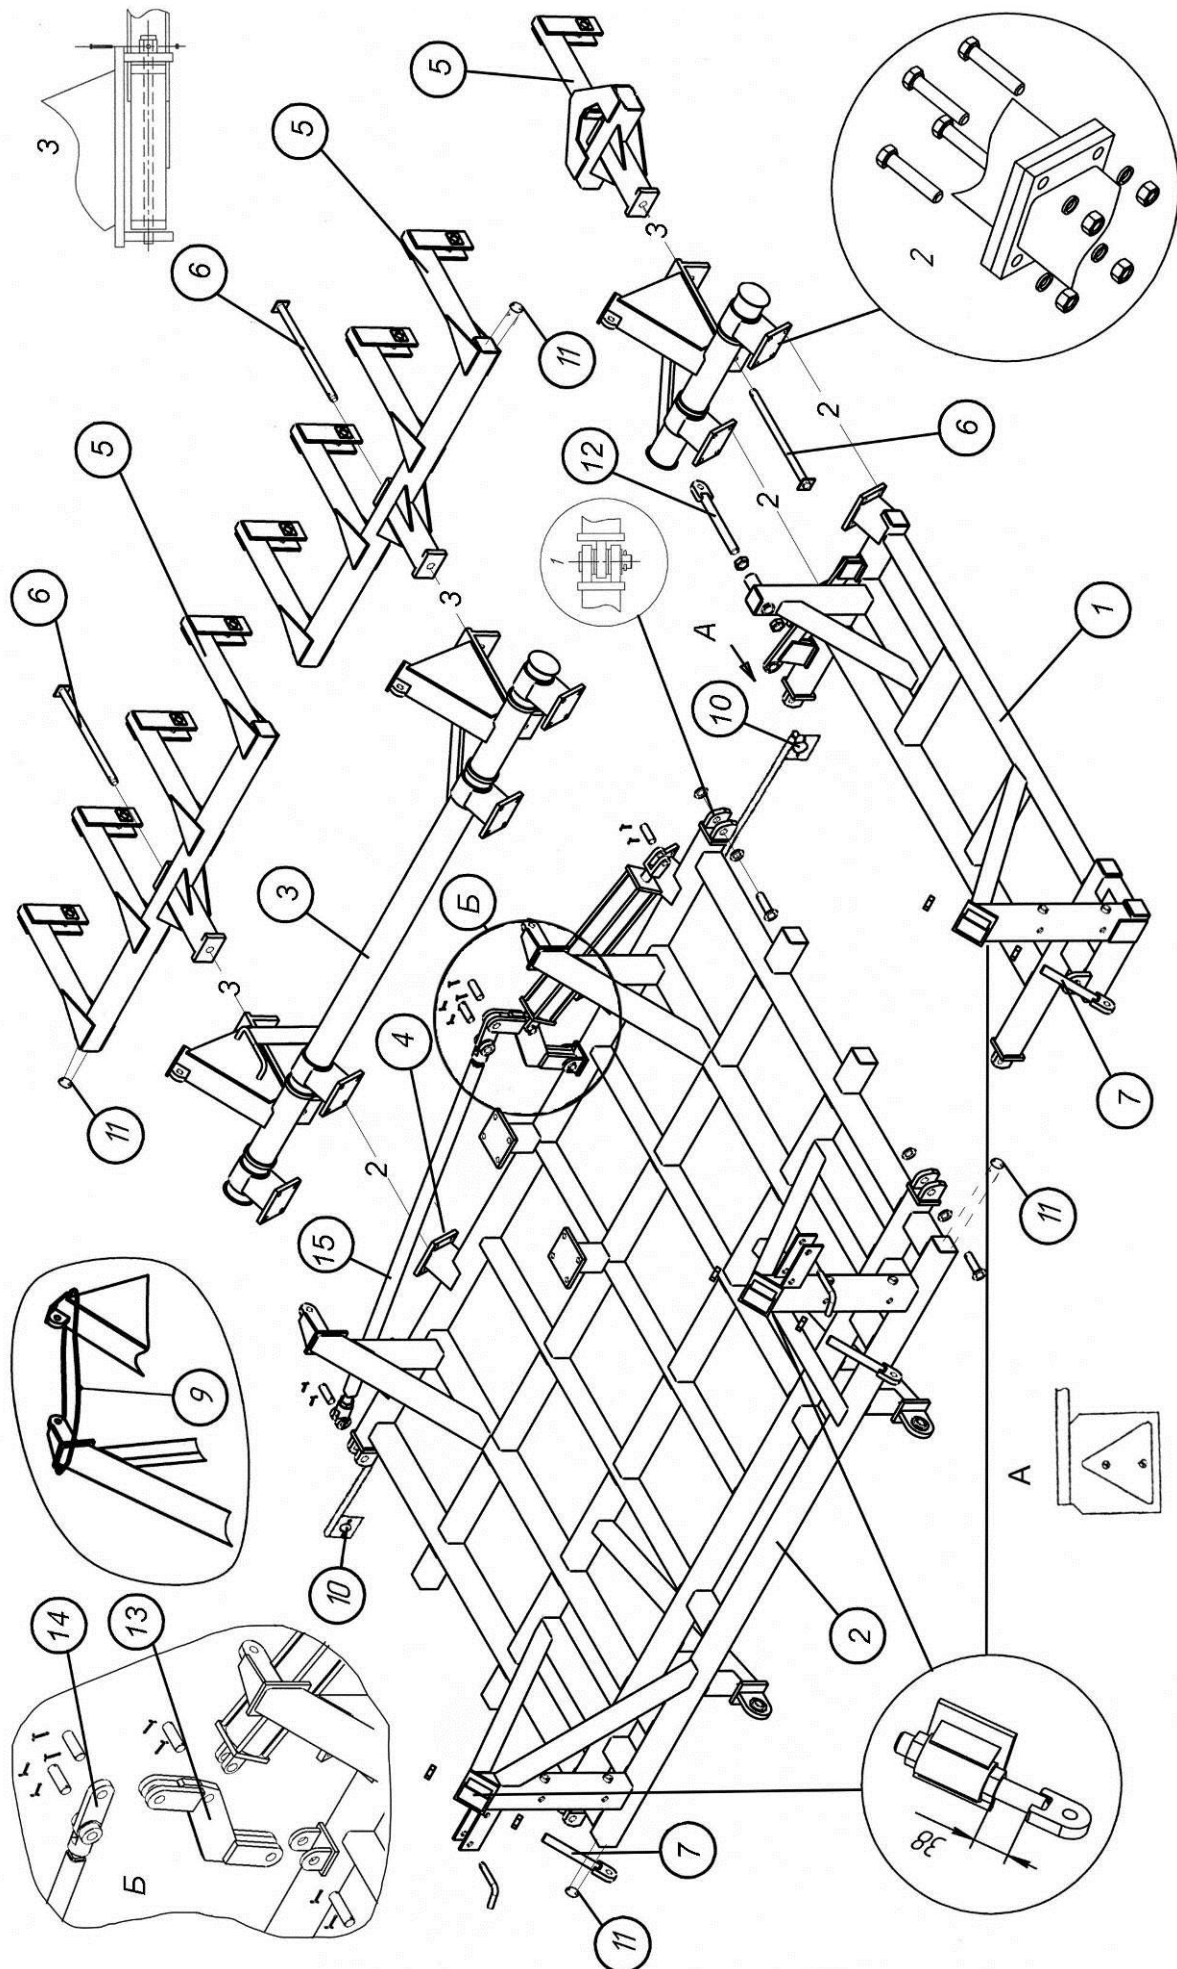

Рис. 4.1.3. Сборка рам, узлы качающихся валов и подвески прикатывающих колес ПК-6,1
4.1.9. Для ПК-6,1 установите рычаг 13 (зав.№2012-22.00.00) на вилку главной рамы с помощью пальца Ø32х130 (зав.№2012-00.00.01), шайб Ø33мм и шплинтов (рис.4.1.3). Роль кулис на ПК-6,1 выполняет серьга 14 (№ 2012-24.00.00). Закрепите ее на рычаге 13 с помощью пальца Ø32х98 (зав.№ 2012-21.20.02). Установите тягу 15 с помощью пальцев Ø32х98 и шплинтов. Одну проушину тяги 15 (№ 2012-21.00.00) зацепить за серьгу 14, другой – за кронштейн крыловой рамы.